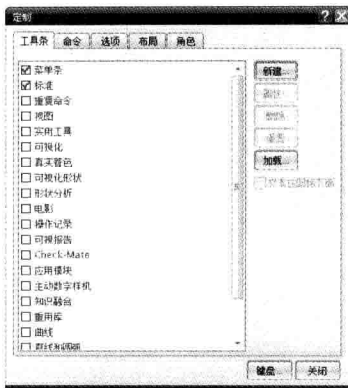
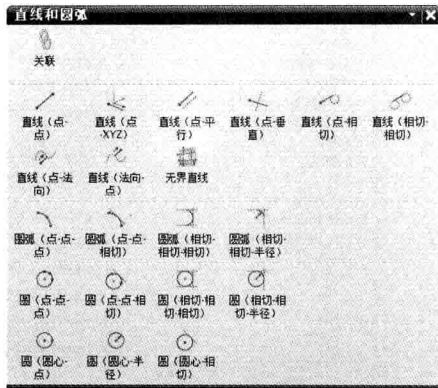

图 1-3 “定制”对话框
图 1-4 “直线和圆弧”工具栏
(1) 定制方法。在图形界面中单击“工具”|“定制”命令,弹出“定制”对话框,如图 1-3 所示;选中“直线和圆弧”复选框,弹出“直线和圆弧”工具栏,如图 1-4 所示。